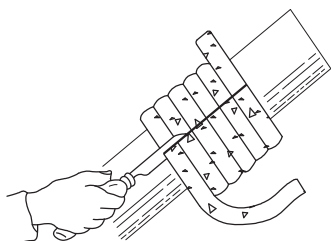
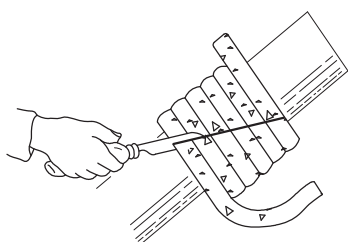

Fig. 32: Пример прямого реза
Fig. 33: Пример косого реза
- Принять меры по защите втулки сальника от повреждения. Подобным образом при монтаже возникает видимый зазор между втулкой и сальниковым кольцом. Если насос не демонтирован, обжатые графитовые сальниковые кольца перед монтажом разделить двумя косыми резами (см. Fig. 32 или Fig. 33).